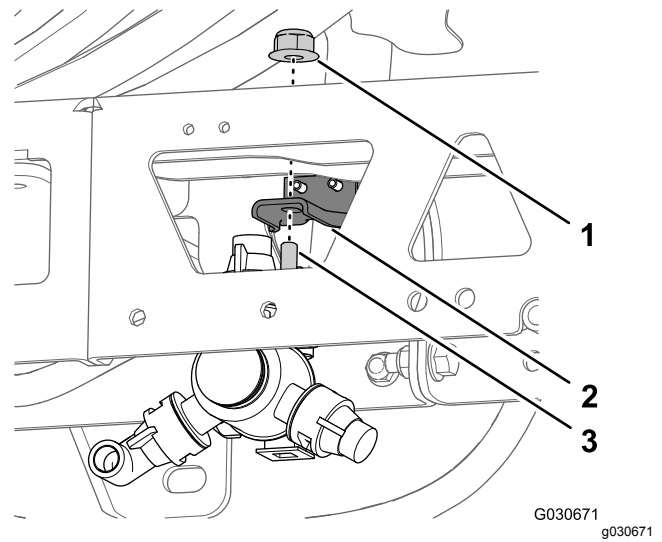
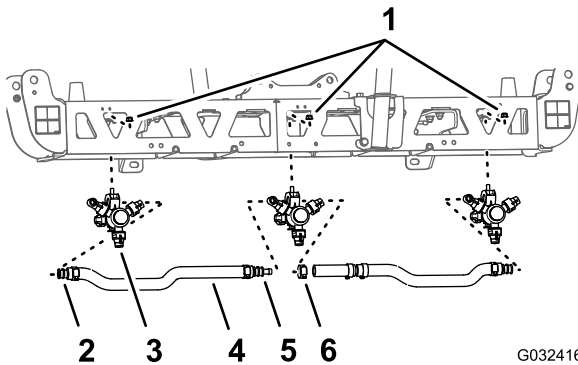

图71
图70
1. 在中间喷洒臂段拆下将喷嘴固定到喷嘴固定架的凸缘锁紧螺母图70和图71。
3. 从中央喷洒臂段上卸下喷嘴图70和图71。
5. 从中央喷洒臂段上拆下软管内径3/4英寸、宝塔软管柄、夹具和宝塔T形接头图70。